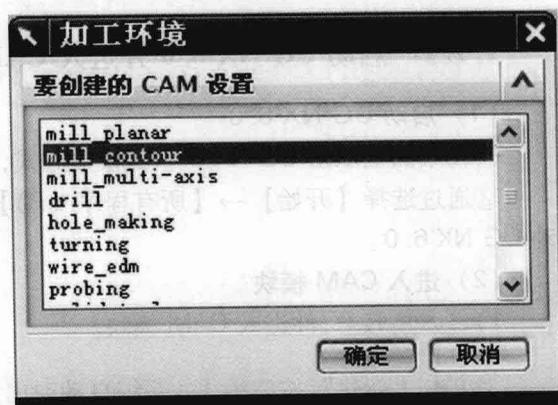

图 1-3 “加工环境”对话框
④进入 CAM 模块后，系统自动弹出如图 1-3 所示的“加工环境”对话框，进入 CAM 设置，系统默认的 CAM 会话配置为 cam general，在该设置下包含如图 1-3 所示的模板文件：数控铣削（平面铣 mill planar、轮廓铣 mill contour、多轴铣 mill multi-axis、钻孔 drill、孔加工 hole making）、车削（turning）和线切割（wire edm）等，CAM 设置是在制造方式中指定加工设定的默认值文件，也就是要选择一个加工模板集。选择模板文件将决定加工环境初始化后可以选用的操作类型，也决定在生成程序、刀具、方法、几何时可选择的父节点类型。根据需要选择合适的模板集，本书主要涉及与数控铣削有关的模板。
④进入 CAM 模块后，系统自动弹出如图 1-3 所示的“加工环境”对话框，进入 CAM 设置。